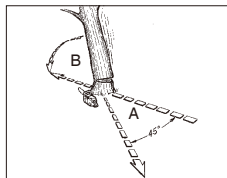

Fig. 11A
**⚠ADVARSEL:** En rømningsbane (A) bør planlegges og ryddes som nødvendig før kutting starter. Rømningsbanen bør strekke bakover og diagonalt til baksiden av det forventede fallområdet, som illustrert i Fig. 11A.
**MERK:** Fallretningen (B) kontrolleres av styreskåret. Før noen kutt gjøres, må du vurdere plasseringen av større grener og hvordan treet lener seg naturlig for å fastslå hvordan treet vil falle.
**⚠ ADVARSEL:** Etter hvert som hovedskåret kommer nært til hengelsen, bør treet begynne å falle. Når treet begynner å falle, må du fjerne sagen fra skåret, stoppe motoren, sette ned motorsagen, og forlate område langs rømningsbanen (Fig. 11A).